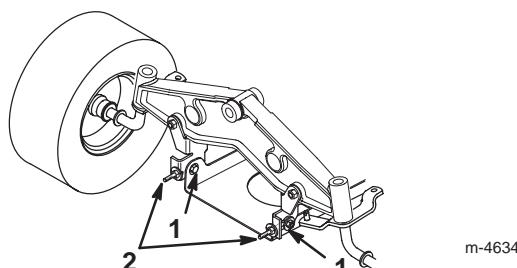

Figure 51
- 13.** Desserrez légèrement les boulons de fixation de la plaque de pivot avant (Fig. 51).
- 14.** Tournez les contre-écrous des boulons à œil pour modifier le réglage (Fig. 51).
- 15.** Après avoir réglé uniformément les contre-écrous des deux boulons à œil, contrôlez de nouveau l'inclinaison avant/arrière. Poursuivez le réglage des boulons à œil jusqu'à ce que la pointe avant de la lame soit de 0 à 9 mm plus bas que la pointe arrière (Fig. 51).
- 16.** Quand l'inclinaison avant/arrière est correcte, resserrez les boulons de fixation de la plaque de pivot (Fig. 51).